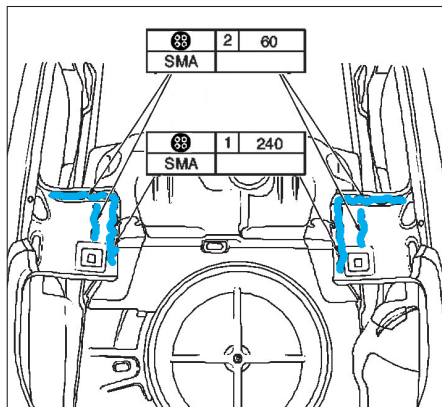

FIG. 162
- Encoller les renforts de la traverse (**fig. 162**).